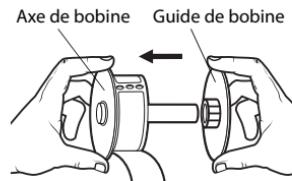

Figure 7
- 4 Tenez l'axe de la bobine de la main gauche et placez le rouleau d'étiquettes sur l'axe pour que les étiquettes entrent dans l'appareil par en-dessous et pour que le bord gauche de l'étiquette affleure contre le côté de la bobine. (Figure 7)